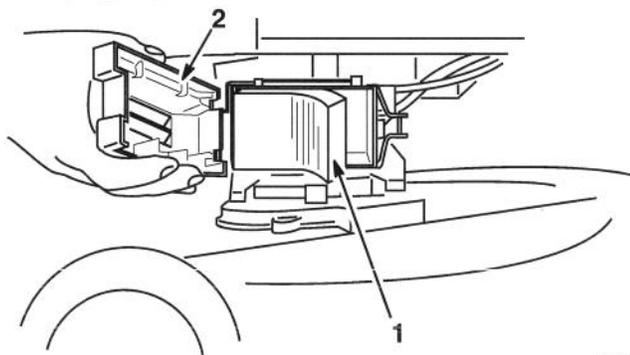

Figure 19
1. Pour retirer le filtre à air, désencliqueter le couvercle, l'ouvrir sur le côté et le décrocher (Fig. 19).